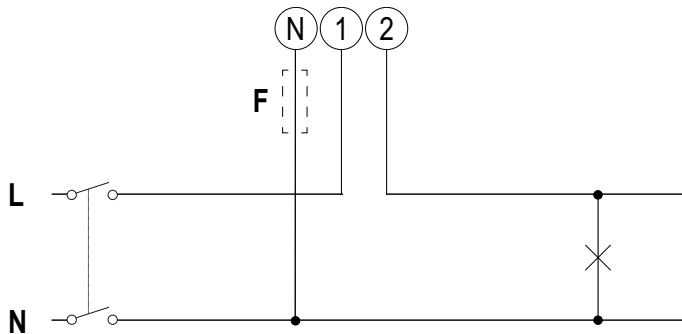

Fig. 2
Fig. 2	Fusible 315 mA (F) du système monophasé, s'il est prévu par la loi locale. Sortie d'impulsion (deux branchements possibles) Vdc : tension externe (courant continu) Out : contact de sortie (collecteur ouvert du transistor PNP)